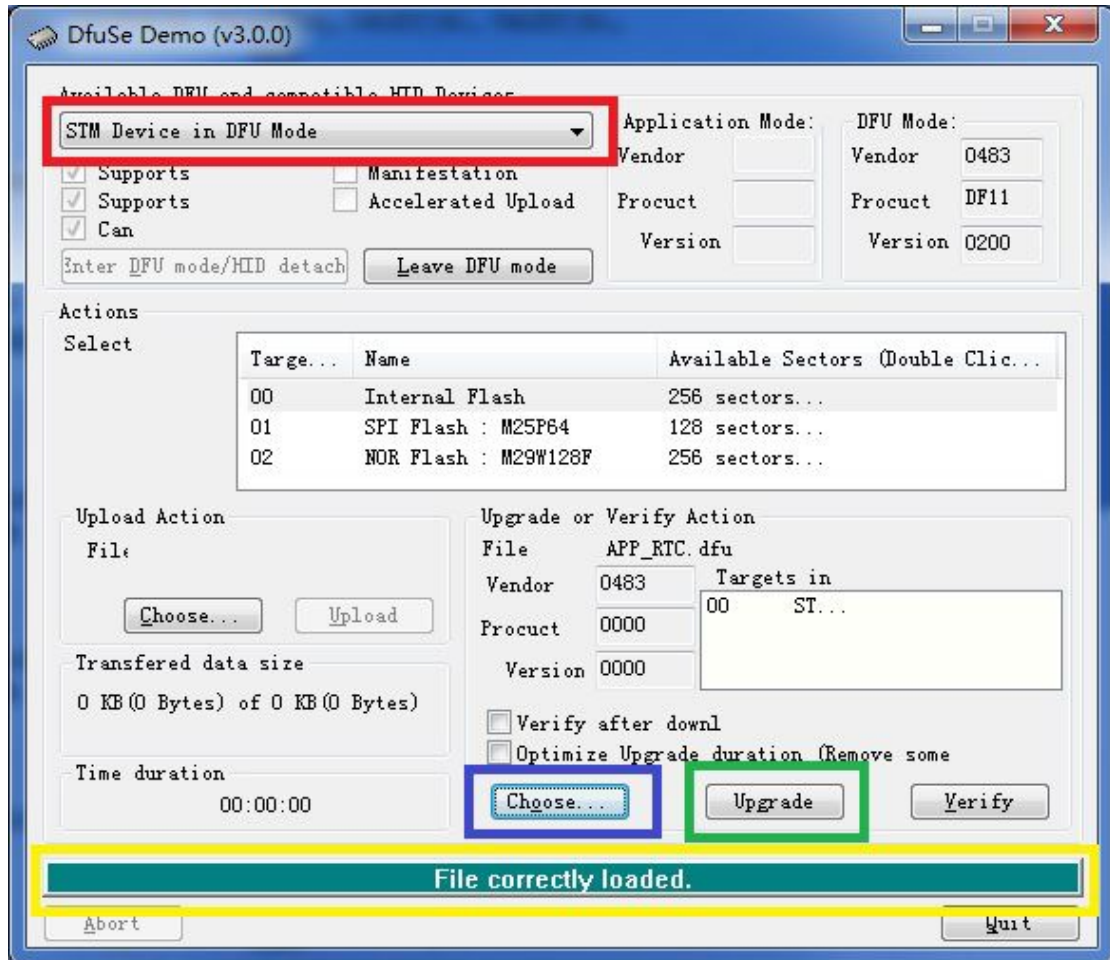

图 2
3、正确安装驱动、连接上开发板后，图 2 中红色框框就会显示这么一个东东，否则什么都没有的。
4、点击图 2 中的蓝色框框添加前面转换得到的 dfu 格式文件。
5、dfu 格式文件添加成功后，图 2 中绿色框框的按钮将激活，否则是不激活的，黄色框框地方就提示状态。这时就点击绿色框框中的按钮就可以升级 APP 程序了。弹出下面的提示框，点击 OK 即可